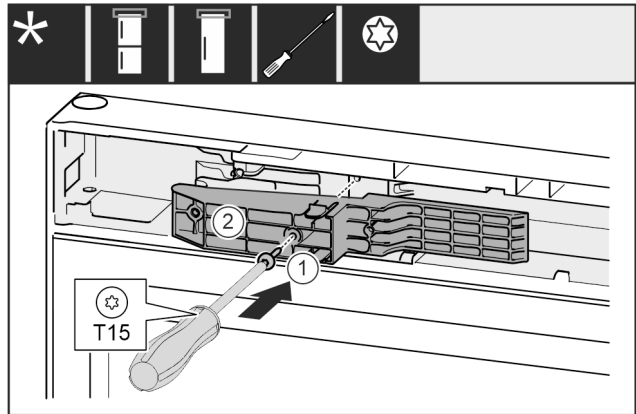

Fig. 70 *
- ▶ Introduceți adaptorul Fig. 70 (1) în canelura de pe partea mânerului.*
- ▶ Înșurubați ferm șurubul Fig. 70 (2) cu șurubelniță.*